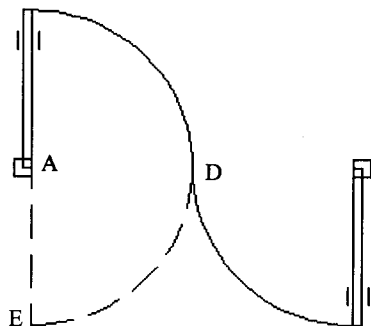
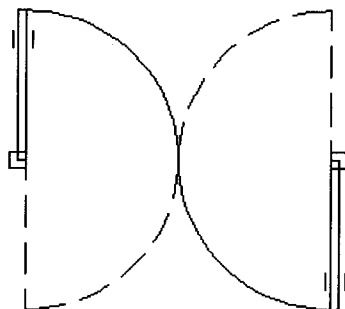

图 3-8 绘制圆弧
图 3-9 镜像图形
Step 11 运行菜单命令【绘图】|【圆弧】|【圆心、起点、端点】，绘制圆弧，结果如图 3-8 所示。提示信息如下：
运行菜单命令【修改】|【镜像】，将图 3-8 中虚线表示的直线和圆弧向右进行镜像；然后重复运行“镜镜”命令，将镜像后得到的直线和圆弧向上进行镜像，并删除源图形，结果如图 3-9 所示。